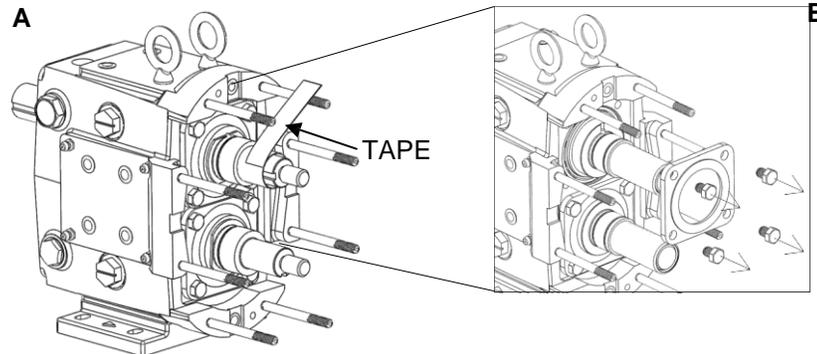

Figura 32: Pegar con cinta los ejes y retirar los retenes de los cojinetes.
3) Para evitar daños en los ejes, envuelva las lengüetas y las roscas de la tuerca del rotor con cinta adhesiva (Figura 32, A). Cualquier daño a las lengüetas o roscas puede requerir la sustitución del eje. Retire los tornillos de cabeza que sostienen el retén del cojinete y las placas de salpicadura en su lugar y deslice ambos fuera del eje (Figura 32, B). Si están atascados, utilice un destornillador de cabeza plana como cuña para sacarlos de la caja de engranes o déjelos en su lugar y cuando se retiren los ejes se presionarán con los ejes. Utilizando un borde recto, retire la junta líquida utilizada para sellar el retén del cojinete a la caja de engranes.